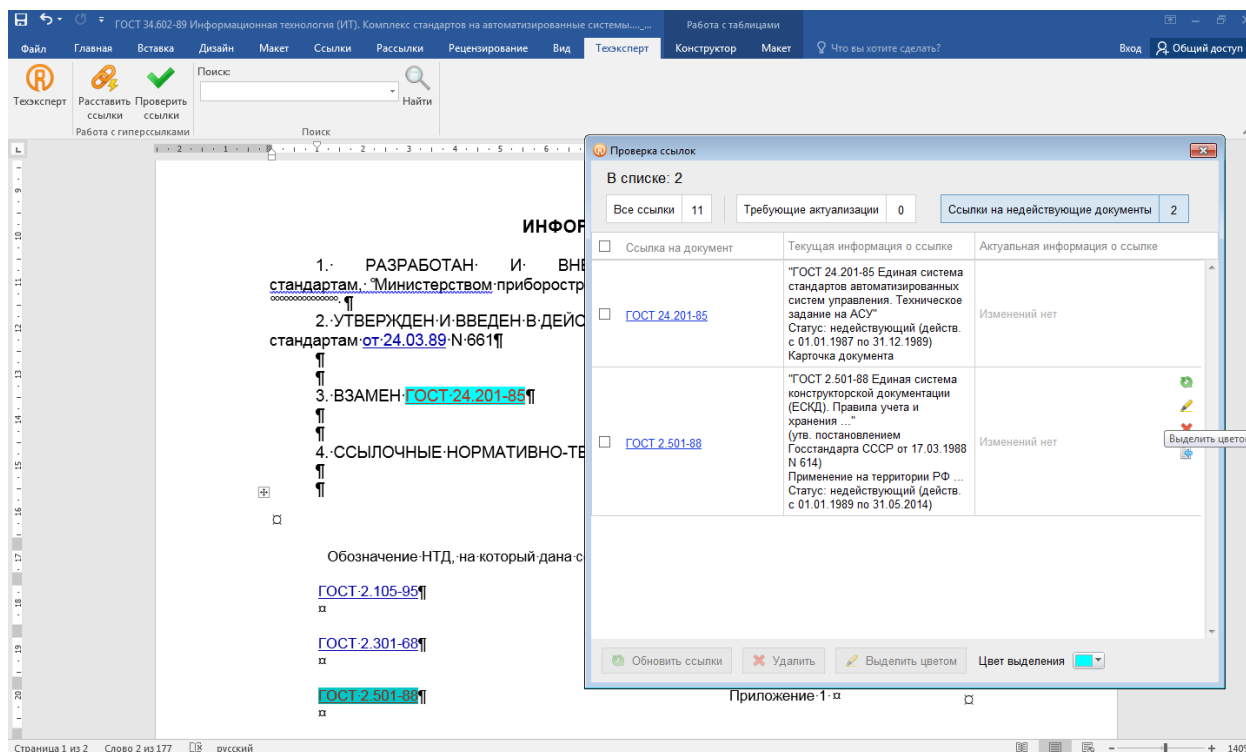

Рис. 16.2. Работа в окне проверки гиперссылок в Word
5. После расстановки гиперссылок можно их проверить. Для этого надо нажать кнопку «Проверить гиперссылки». Поверх текста откроется окно с таблицей, в которой будет представлен список из всех расставленных ссылок, классифицированных по типам: все ссылки; ссылки, требующие актуализации; ссылки на недействующие документы (рис. 16.2.). Таблица содержит также все выходные данные документов (в т.ч. дату последней и предыдущей редакции документа), актуальную информацию.
6. Теперь выделим цветovým маркером в тексте ссылки на недействующие документы. Для этого нужно выбрать вкладку таблицы «Ссылки на недействующие документы», выбрать внизу страницы понравившийся цвет маркера, навести курсор на нужный документ из списка и нажать пиктограмму «Выделить цветом» (рис. 16.2).